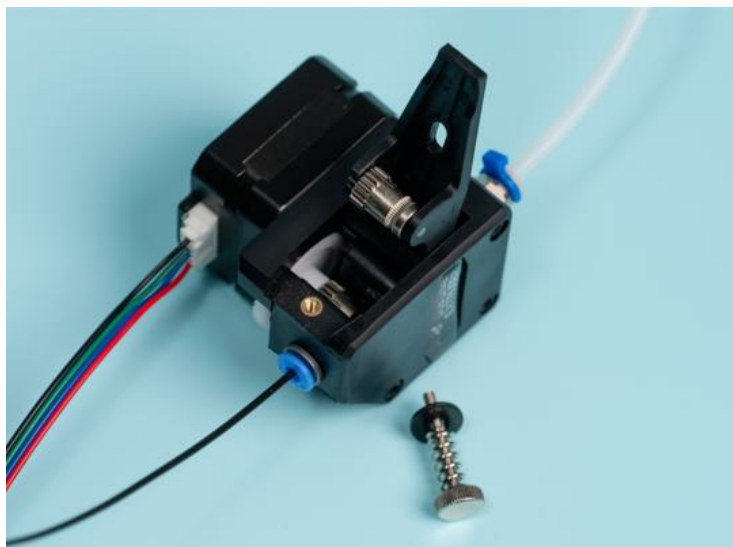

Рисунок 24 – Экструдер
- 3) Возьмите экструдер и открутите на нем прижимной винт, откройте его (см. Рисунок 24).